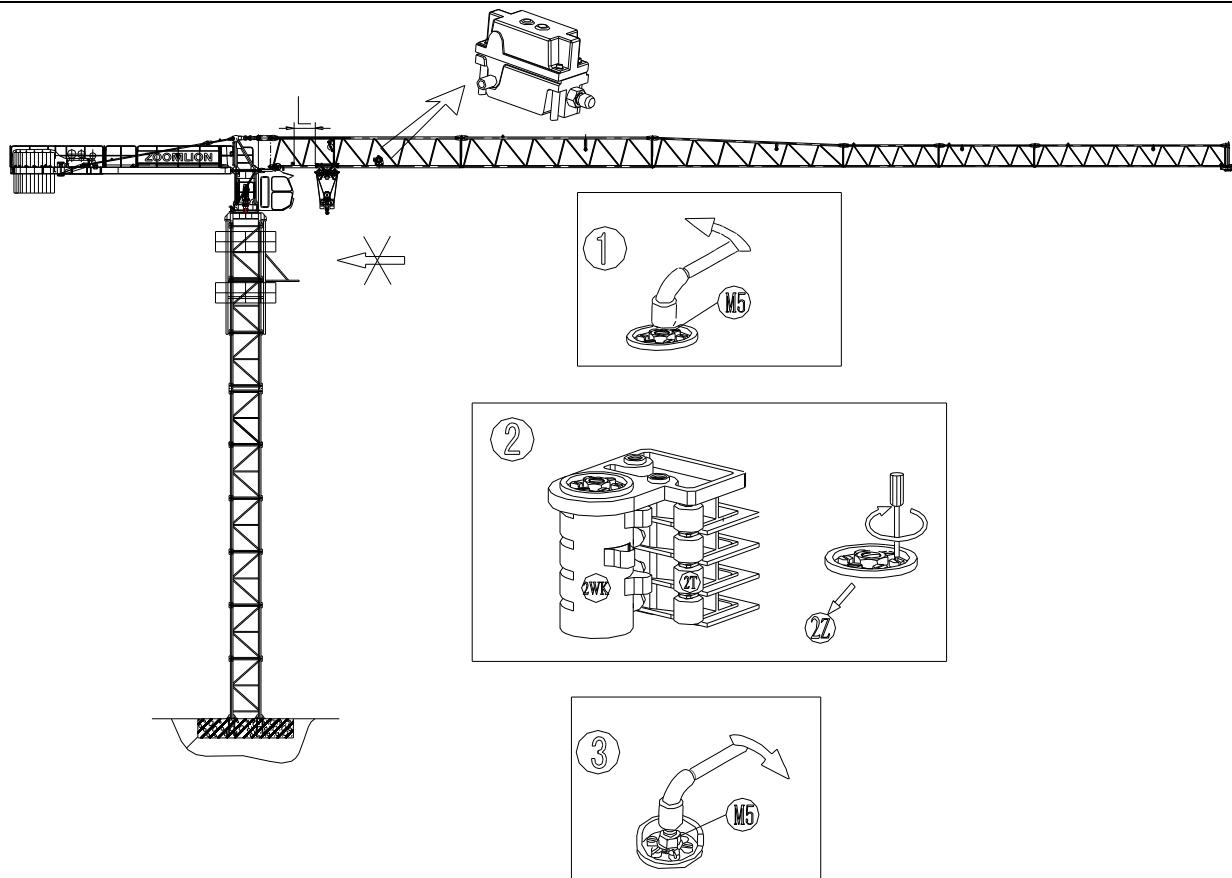

图 7.2-21 向内变幅限
- (1) 松开螺母 M5;
- (2) 载重小车以低速开至起重臂臂根缓冲器 200mm 处, 按程序调整(2Z)轴, 使凸轮(2T)压下微动开关 (2WK), 使小车停止向内移动;
- (3) 拧紧螺母 M5, 见图 7.2-21。